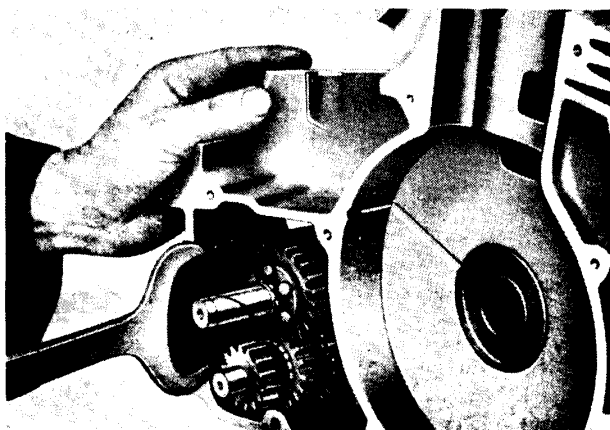

Bild 21-9. Växlarna kontrolleras.
3. För in huvudaxeln (8) och biaxeln (9) i vänstra vevhushalvan. Fäst vevhushalvorna provisoriskt med några bultar. Kontrollera axlarnas axialspel. Båda axlarna måste kunna vridas fritt, biaxeln med ett axialspel av 0,2 - 0,3 mm. Större spel begränsas på vänster sida genom att man lägger in stålbrickor (10, 11) mellan lagerbana och axel på vänster sida.
5. Vrid växelförarplattan (6) i läge för 3:e växeln. Pressa in huvudaxeln (8) i lagret, sätt in huvudaxelns drev (12) samt växelföraren (13) huvudaxelns drev (14) växelföraren (15) och dennas axel (16). Sätt in biaxeldrevet (17). Skjut in biaxeldreven (18) och (19) i växelförarna (13, 15). Sätt in biaxeln (9) i dreven (19, 18, 17). Kontrollera hur växlarna fungerar, lägg i samtliga växlar medelst nyckeln S-11 bild 21-9.